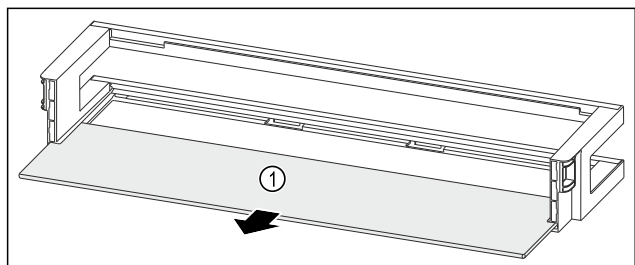

Fig. 87 Estantes en la contrapuerta con estante
- ▶ Retire el estante Fig. 87 (1).